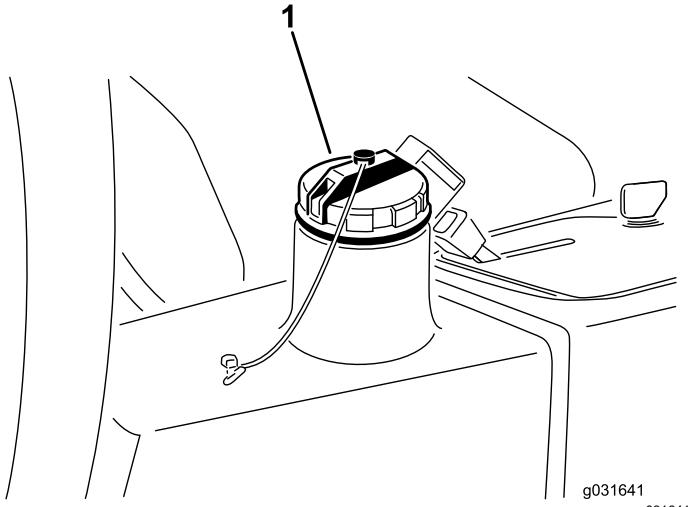

Рисунок 61
2. Очистите зону вокруг заливной горловины и крышки гидравлического бака (Рисунок 61).
3. Снимите крышку гидравлического бака (Рисунок 61).